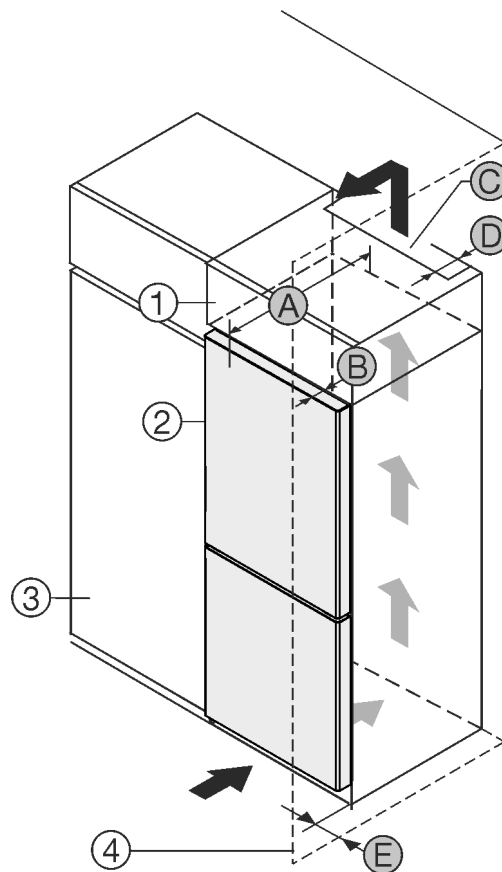

Fig. 1
- (1) Aufsatzschrank
- (2) Gerät
- (3) Küchenschrank
- (4) Wand
- (A) Gerätetiefe
- (B) Türtiefe
- (C) Belüftungsquerschnitt
- (D) Abstand Geräte-Rückseite
- (E) Abstand zur Geräte-Seite
Sie können das Gerät direkt neben dem Küchenschrank Fig. 1 (3) aufstellen.
An der Rückseite des Aufsatzschrankes muss ein Abluftschacht mit der Tiefe Fig. 1 (D) über die gesamte Aufsatzschrankbreite vorhanden sein.
Unter der Raumdecke muss der Entlüftungsquerschnitt Fig. 1 (C) eingehalten werden.
Wenn Sie das Gerät mit den Scharnieren neben einer Wand Fig. 1 (4) aufstellen, dann muss der Abstand zwischen Gerät und Wand mindestens 13 mm betragen.
Wenn Sie das Gerät mit den Scharnieren neben einer Wand *Fig. 1 (4)* aufstellen, dann muss der Abstand zwischen Gerät und Wand mindestens 20 mm betragen.
Damit Sie die Tür vollständig öffnen können, muss das Gerät um die Türtiefe *Fig. 1 (B)* gegenüber der Küchenschränke *Fig. 1 (3)* und Verwendung von Wandabstandshaltern kann das Gerät weiter herausragen.